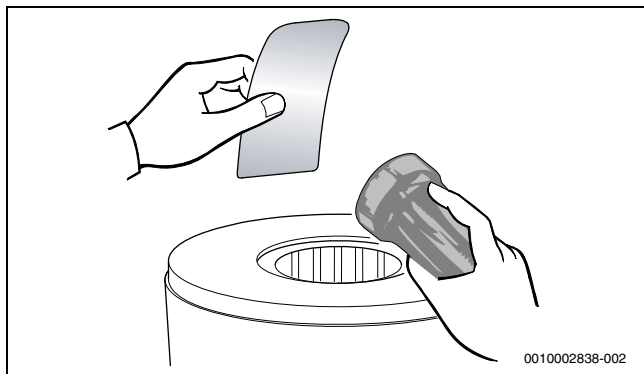

Fig. 66 Verificarea blocului de căldură în privința reziduurilor
- Verificați din nou blocul de căldură în privința reziduurilor (→ Fig. 66).